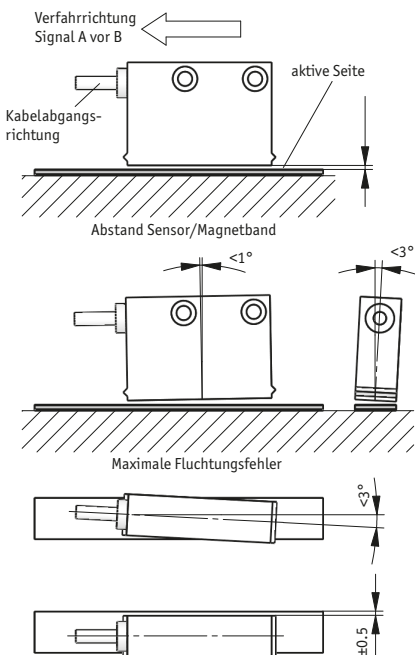

Abb. 6: Definition der Zählrichtung mit Magnetband und Montage Sensor/Magnetband, Abstandsmaße, Toleranzen
- **Auf richtige Ausrichtung bezüglich der Zählrichtung achten** (Abb. 6). Dies ist unerheblich falls sich die Zählrichtung in der elektronischen Auswertung umkehren lässt (wie z.B. bei den Magnetbandanzeigen von SIKO).
- Abstandsmaße zwischen Sensor und Magnetband sowie Winkeltoleranzen beachten, diese müssen über die gesamte Messstrecke eingehalten werden (siehe Abb. 6)!